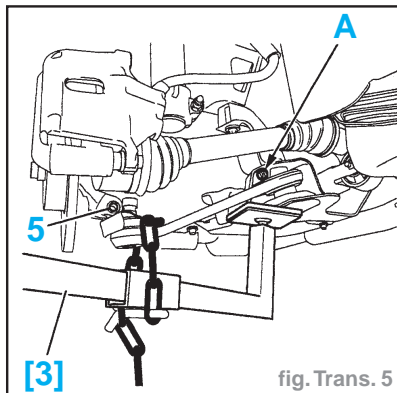

fig. Trans. 5
- Déposer la vis (5) (fig. Trans. 5).